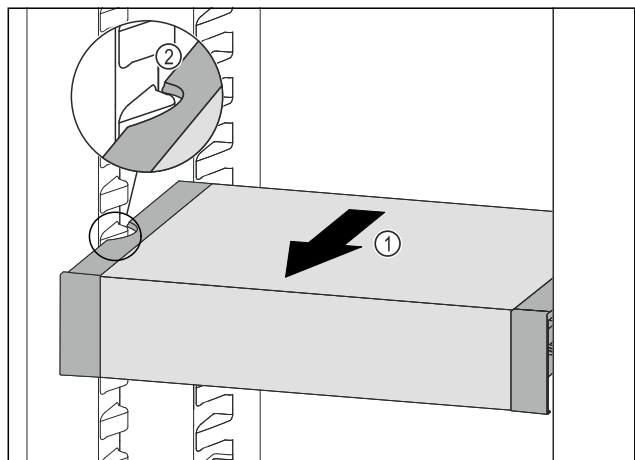

Fig. 65
- ▶ Тяните VarioSafe вперед Fig. 65 (1), пока боковые выемки VarioSafe не окажутся на высоте выступа резервуара в холодильном отделении. Fig. 65 (2)